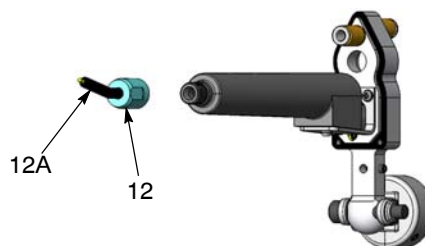

Рис. 31 Извлечение умножителя из корпуса
3. См. рис. 31. Отвернуть гайку множителя (12). Снять контакт умножителя (12А) с гайки и заменить, если он поврежден.
Распылители с монтажной штангой: См. рис. 31. Вставить контакт в полость умножителя и закрепить его гайкой умножителя.